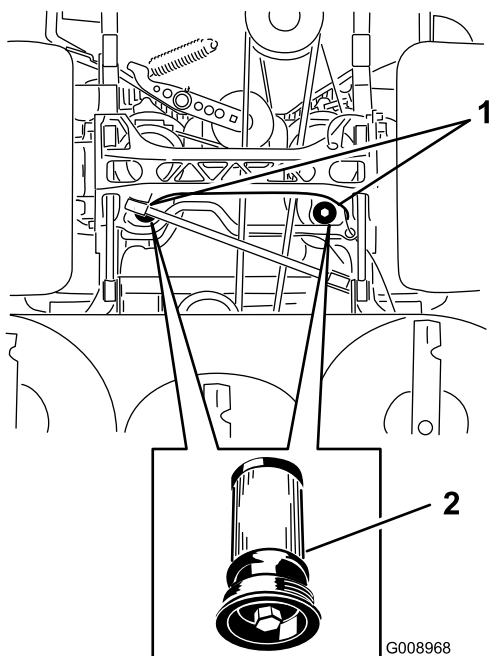

**Figura 88**
3. Levante la máquina y apóyela sobre gatos fijos (Figura 88).
9. Retire los soportes y baje la máquina (Figura 88).